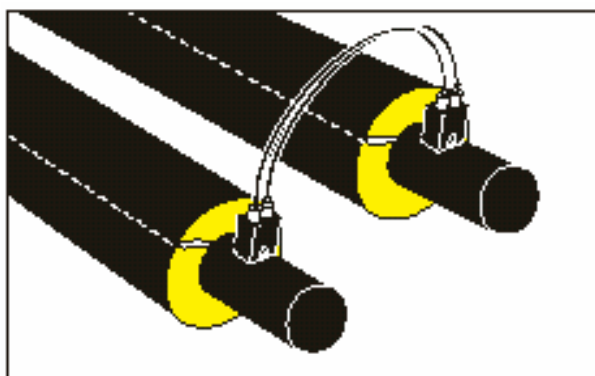

рис.21
3.6.4 В місцях закінчення трубопроводу в будівлях та спорудах при необхідності замикання вимірної петлі, використати двороз'ємну коробку (А-2-03) (рис.21).